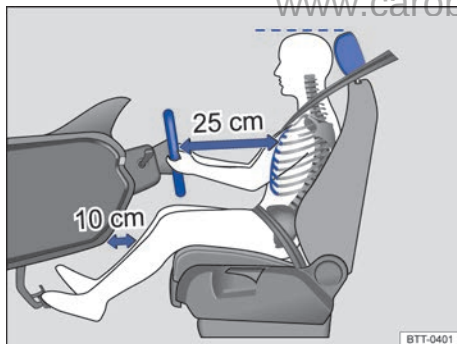
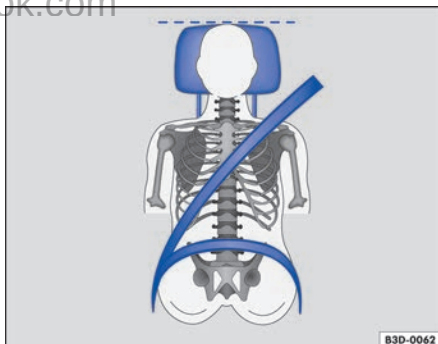

图 34 驾驶员与方向盘之间必须至少保持 25cm 的距离；膝部区域与仪表板的距离必须至少为 10cm
图 35 安全带及头枕的正确调整位置
- 调整头枕，使头枕上缘与头顶等高，但勿低于眼睛，轿车行驶时脑后应尽可能贴近头枕 ⇒ 图 34 和 ⇒ 图 35。
- 调整方向盘，使胸部与方向盘之间至少保持 25cm 的距离 ⇒ 图 34，稍弯肘双手即可握住方向盘轮缘。
- 调节驾驶员座椅的前后位置，使驾驶员稍弯膝即可将踏板完全踩到底，且仪表板至膝部区域的距离至少达 10cm ⇒ 图 34。